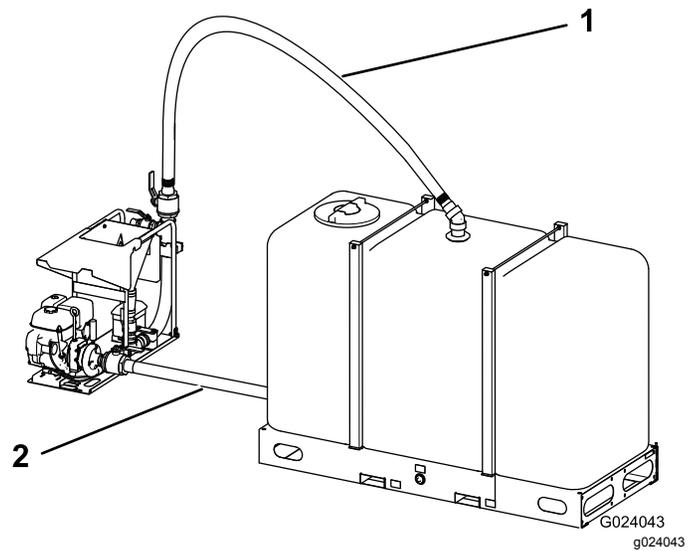
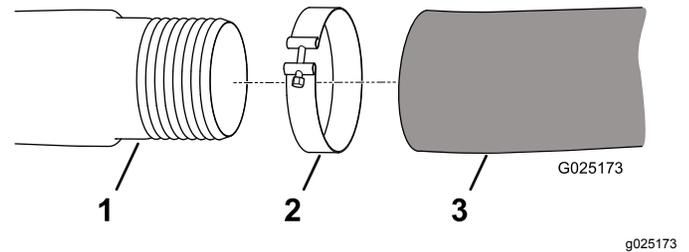
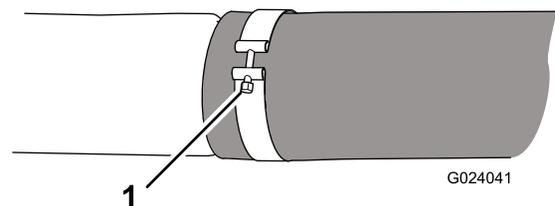

Рисунок 5
Рисунок 6
Рисунок 7
2. Используйте шланговый хомут (поставляется вместе с перекачивающим шлангом) для подсоединения свободного конца шланга линии всасывания ко входу насоса на смесителе, как показано на Рисунок 5, Рисунок 6 и Рисунок 7.
4. Используйте 2 шланговых хомута (входят в комплект) для подсоединения шланга циркуляционной линии к верхней части бака и верхней части смесителя, как показано на Рисунок 5, Рисунок 6 и Рисунок 7.